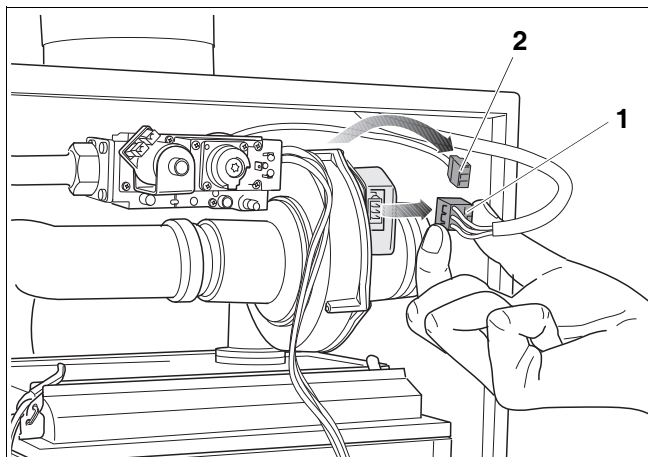

Bild 109 Lossa kontakten vid fläkten
- Dra ut kontakten till nätanslutningen (bild 109, pos. 1) vid fläkten.
- Dra ut kontakten till tachokabeln (bild 109, pos. 2) vid fläkten. Tryck då på låsmekanismen på kontakten.